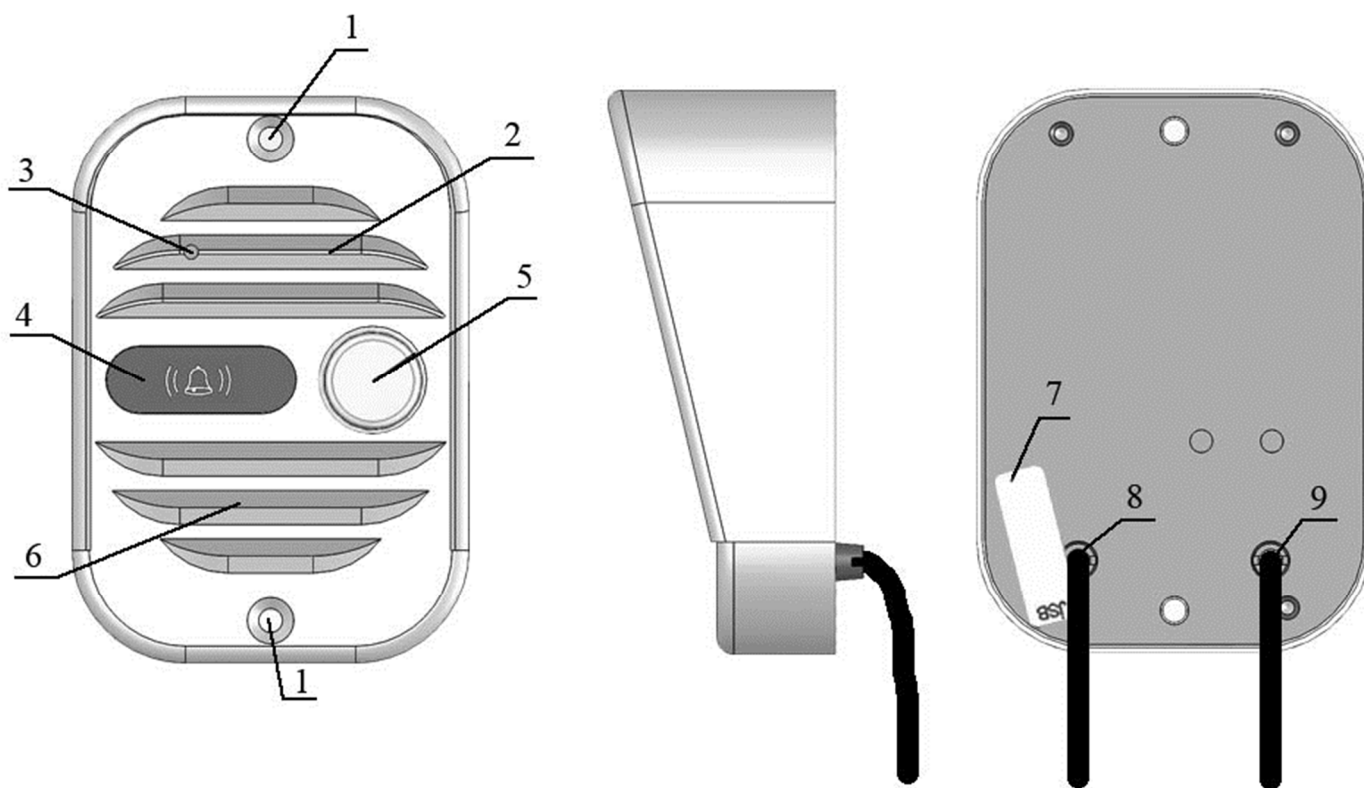

Рис. 1. Назначение основных узлов панели:
6) Нажмите кнопку открывания замка на мониторе. Вызывная панель должна показать открывание замка светодиодом за защитным фильтром ИК-подсветки (4 на рис. 1), замок должен открыться.